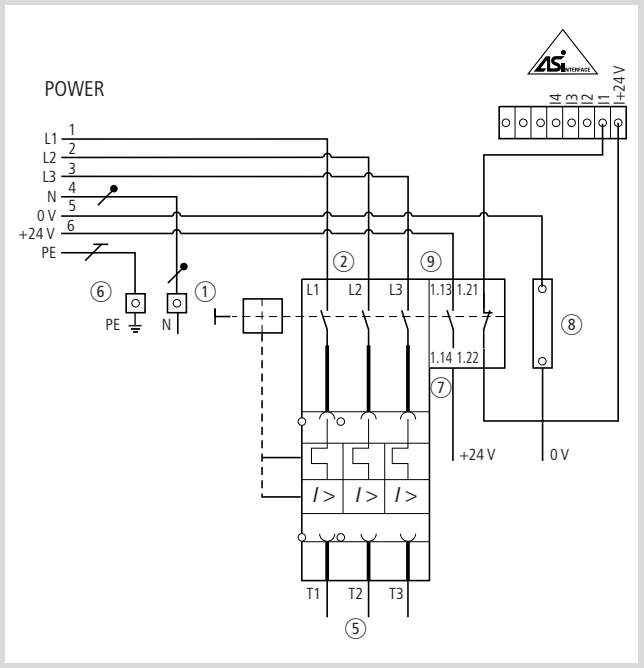

Figure 54 : Câblage Disconnect Control Unit
- ▶ Insérez le câble rond $7 \times 2,5$ ou $7 \times 4 \text{ mm}^2$ (T1, T2, T3, N, PE, 24 V, 0 V) destiné au raccordement au bus d'alimentation, préparez-le et raccordez-le conformément à la figure 54.
- ▶ Insérez le ou les câbles ronds $5 \times 2,5/4/6 \text{ mm}^2$ (L1, L2, L3, N, PE) et $2 \times 2,5/4/6 \text{ mm}^2$ (24 V, 0 V) ou encore $7 \times 2,5/4 \text{ mm}^2$ (L1, L2, L3, N, PE, 24 V, 0 V) destinés au raccordement au bus d'alimentation, préparez-les et raccordez-les conformément à la figure 54.